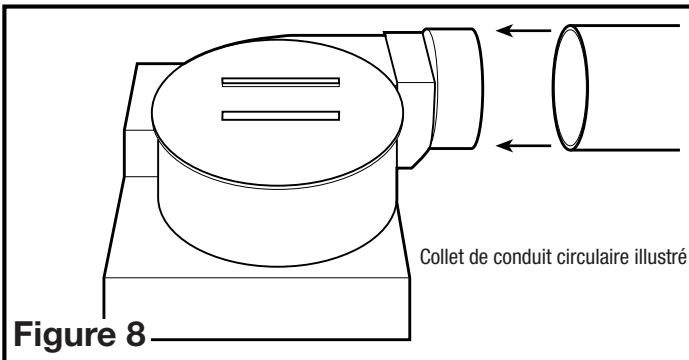

Figure 8
1. Raccorder le conduit au collet de conduit du ventilateur (**Figure 8**). Fixer en place à l'aide de ruban ou de serre-joint. Toujours évacuer le ventilateur vers l'extérieur au travers de chapeau mural ou de toit. Il est recommandé que les raccords d'extrémité basse de restriction sont utilisés.